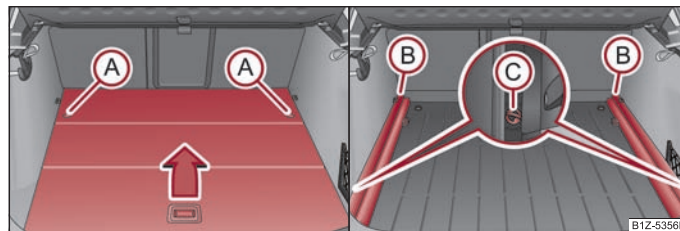

Fig. 75 Spaiul pentru bagaje: Demontarea podelei variabile/Demontarea șinelor de susinere
- Deblocați podeaua variabilă rotind inelul de siguranță (A) ⇒ fig. 75 spre stânga circa 90°.
- Deblocați șinele (B) rotind inelele de fixare (C) spre dreapta circa 90°.